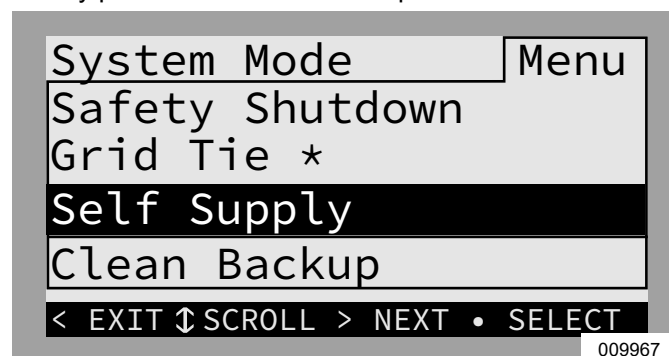

Figura 6-4. Selección de modos de sistema (2 de 4)
3. Consulte la Figura 6-4. Use las flechas hacia arriba y hacia abajo para resaltar el modo deseado y presione el botón central para seleccionar.